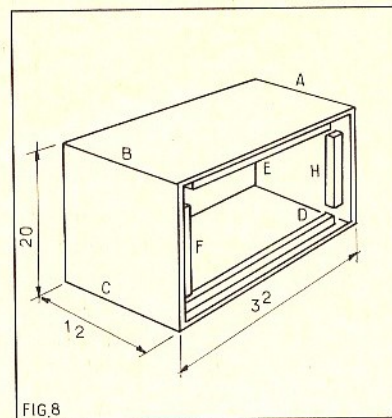

FIG.8
f) Fabrication et montage du coffret (figure 8)